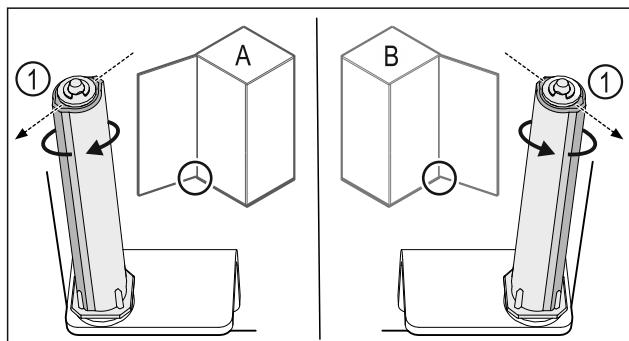

Fig. 41 Розкриття ліворуч (A) / Розкриття праворуч (B)
- Систему закриття повернати проти опору доки перемичка системи закриття Fig. 41 (1) не показуватиме назовні.